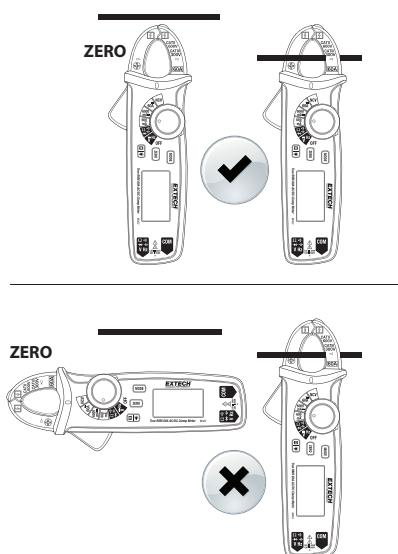

Abb. 3 Richtig und falsche Nullungstechnik
7. Umschließen Sie vollständig einen einzelnen Leiter. Lassen Sie keinen Spalt zwischen den beiden Hälften der Zangenbacke frei. Siehe Abb. 3 oben in dieser Bedienungsanleitung.
2. Betätigen Sie den Hebel zum Öffnen der Zange und umschließen Sie vollständig einen Leiter. Siehe Abb. 3 oben im Abschnitt „Strommessungen - Umschließtechnik“.